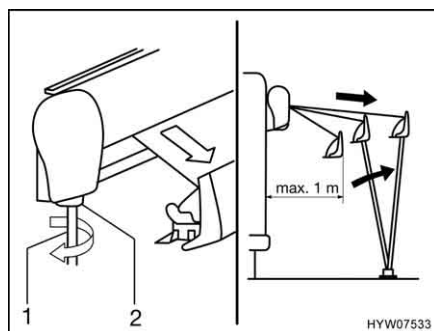

Fig. 7 Estrazione della tenda
- Inserire la manovella (Fig. 7,1) nel supporto a baionetta (Fig. 7,2) della tenda e girarla in senso antiorario. La tenda si apre dopo un paio di rotazioni.